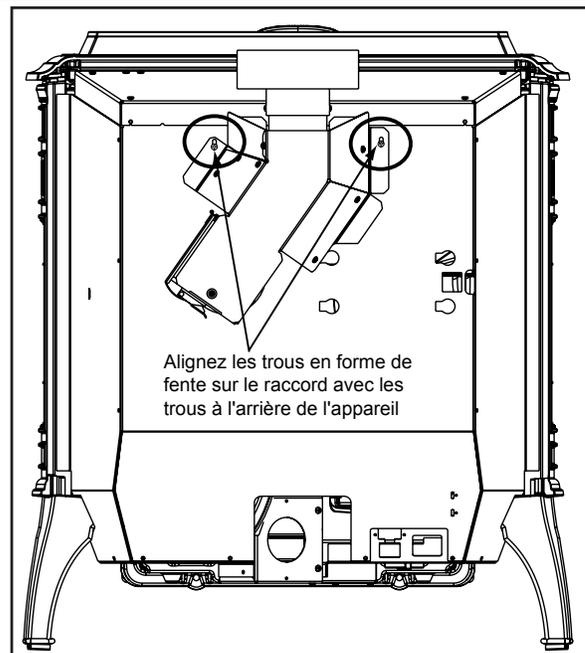

Figure 20.2
3. Alignez la fente sur le raccord avec le trou à l'arrière de l'unité et fixez avec une vis. Vous pouvez percer le trou avec la mèche de #26 fournie, mais seulement si cela s'avère nécessaire. **Figure 20.2.**
5. Percez 2 trous avec la mèche de #26 à travers l'orifice d'évacuation arrière en utilisant les deux trous déjà présents dans le court tuyau horizontal du raccord du tuyau d'évacuation supérieur comme guide. Mettez les vis en place. **Figure 20.2.**
7. Pour nettoyer le raccord du tuyau d'évacuation supérieur, ouvrez la trappe de nettoyage et retirez toute accumulation de débris. **Figure 20.2.**